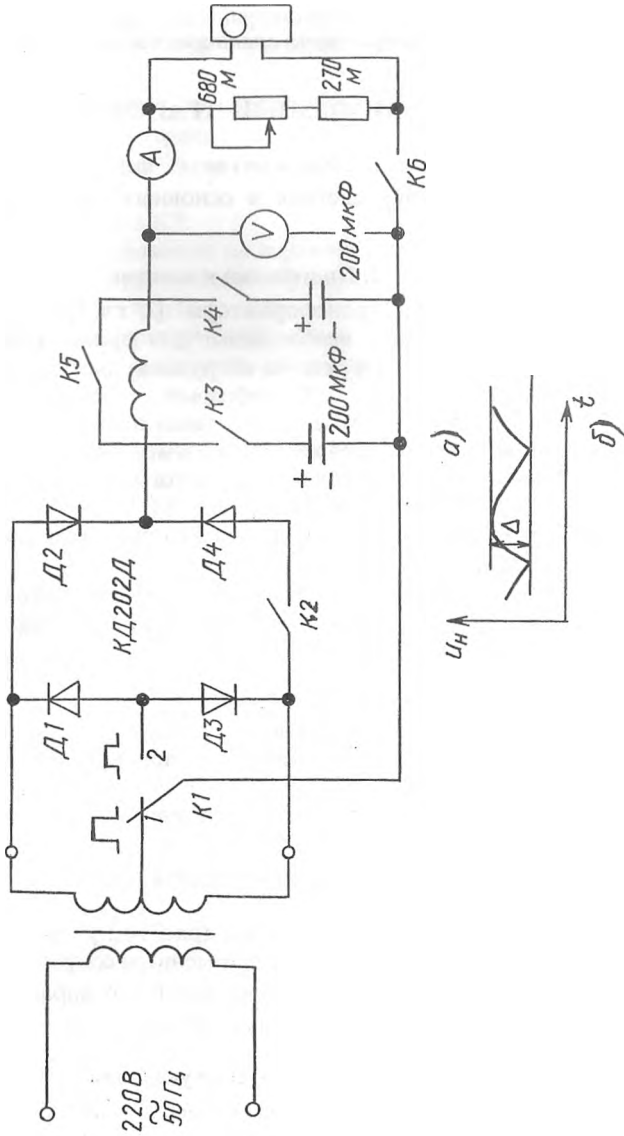

Рис. 9.1
4.1. ЛПЗ выполняется на панели № 5. Мнемоническая схема установки приведена на панели и рис. 9.1. Для проведения эксперимента следует нажать соответствующие исследуемой схеме кнопки, включить цифровые вольтметр и амперметр для измерения постоянной составляющей измеряемой величины, подключить осциллограф.
где m_i - масштаб по вертикали, Δ - расстояние по вертикали (рис. 9.1б).